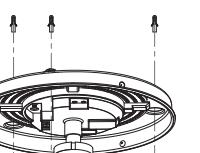

Figura 1
- Rode a tampa de plástico contra o sentido dos ponteiros do relógio e retire-a. (consulte a figura 1)